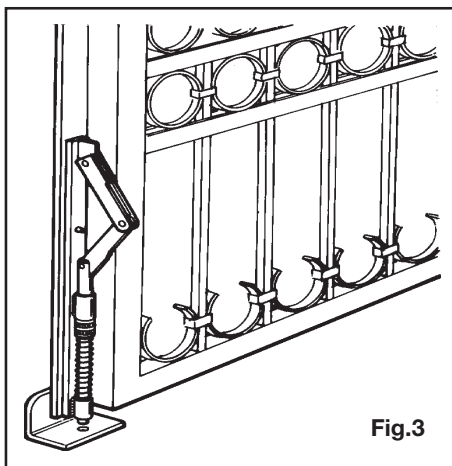
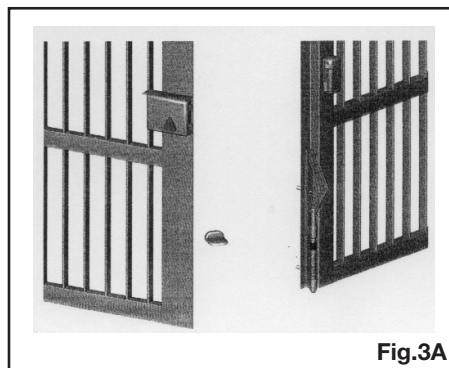

Fig.3
Fig.3A
Nel caso di ante grandi oltre 1,6 mt. è suggerito l'uso del chiavistello a gomito, Art. ZD06 (Fig. 3) o ZD26 oppure l'elettroserratura Art. ZD04 (Fig. 3A).
In the case of gates longer than 1.6 m the use of an elbow-bolt, type ZD06 (Fig. 3) or ZD26, with electric door lock Art. ZD04 (Fig. 3A) is recommended.
Dans le cas de portes supérieures à 1,6 m, il est conseillé d'utiliser le loquet coudé, code ZD06 (Fig. 3) ou ZD26 avec gâche électrique Art. ZD04 (Fig. 3A).
In Übereinstimmung mit den Öffnungs- und Schließpositionen der Torflügel, wird empfohlen mechanische Anschläge anzubringen, welche die Torbewegung sowohl beim Öffnen als auch beim Schließen begrenzen können. Auf jeden Fall die Empfehlungen der verschiedenen, diesbezüglichen Normen und Richtlinien befolgen. Im Fall großer Torflügel über 1,6 m wird die Verwendung eines Blockierungsriegels Art. ZD06 oder ZD26 (Abb. 3) und des Elektroschloss Art. ZD04 (Abb. 3A) empfohlen.
En el caso de hojas más largas de 1,6 mt. se aconseja el uso del pestillo a codo, cod. ZD06 o ZD26 con serradura eléctrica Art. ZD04 (Fig. 3A).
No caso de portões maiores que 1,6 mt é sugerido o uso do fecho mecânico cod. ZD06 ou ZD26 com trinco eléctrico Art. ZD04 (Fig. 3A).
1. Après avoir inséré le moteur, effectuer les raccordements en suivant les opérations de Fig. 3 et schéma à la Pag. 11.